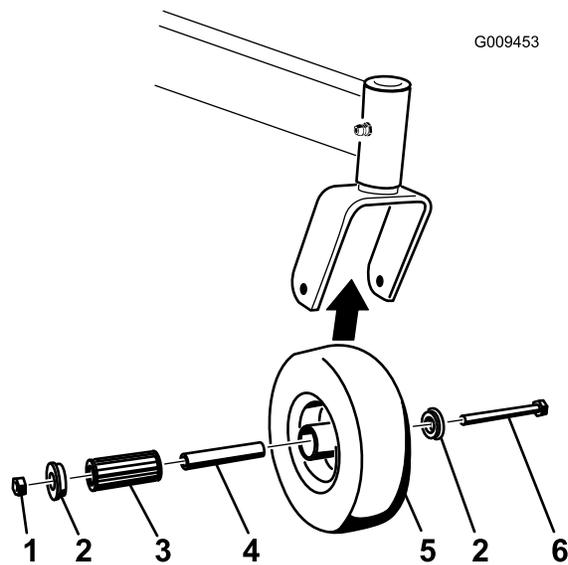

Figura 59
1. Retire a porca de freio e o parafuso da roda que fixam a roda ao respectivo suporte (Figura 59).
2. Retire um casquilho, em seguida, puxe o casquilho da vara de ligação e o rolamento de rolo para fora do cubo da roda (Figura 59).
3. Retire o outro casquilho do cubo da roda e limpe qualquer massa lubrificante e sujidade do cubo da roda (Figura 59).
4. Inspeccione o rolamento de rolo, casquilhos, casquilho da vara de ligação e no interior do cubo da roda para detectar desgaste. Substitua quaisquer peças danificadas ou gastas (Figura 59).
5. Para montar, coloque um casquilho no cubo da roda. Lubrifique o casquilho do rolamento e o casquilho da vara de ligação e faça-os deslizar para o interior do cubo da roda. Coloque o segundo casquilho no interior do cubo da roda (Figura 59).
6. Monte a roda giratória na forquilha da roda giratória e fixe-a com o parafuso da roda e a porca de freio. Aperte a porca de freio até que o casquilho da vara de ligação encoste ao interior da forquilha da roda (Figura 59).